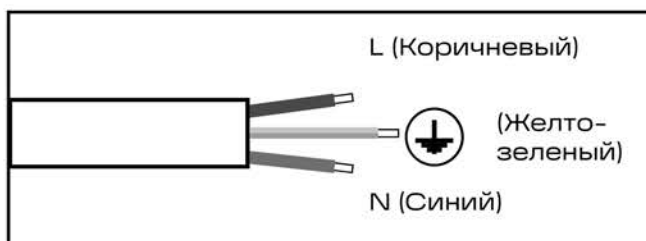

Рис. 4
- 5.8 Для выполнения электрических подключений обратиться к схеме на рис. 4.